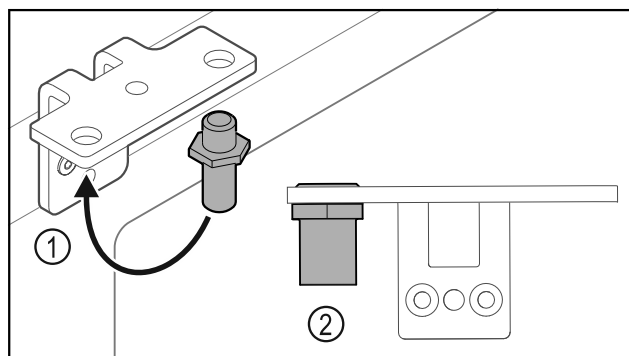

Fig. 31
- ▶ Bouten Fig. 31 (1) naar de scharnierhoek verplaatsen.
- ▶ Bouten Fig. 31 (2) met **aanhaalmoment van 12 Nm** vastdraaien.